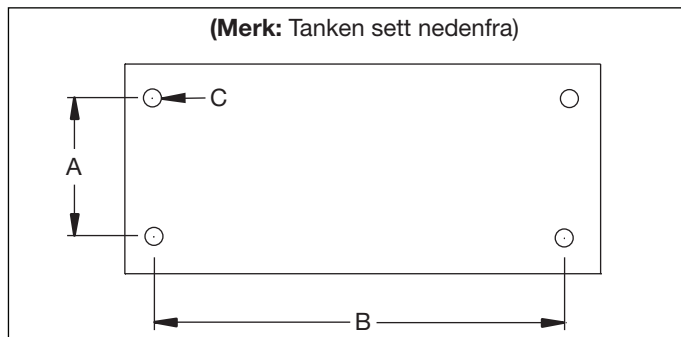

Figur 2, ZU4 - installasjon av luftelukk
4.1 Tankens luftelukk (se Figur 2).
13. Det er installert en transportplugg i luftåpningen på toppen av tanken. Før du bruker pumpen må du skifte ut transportpluggen (C) med luftelokket (A) og adapterkoplingen (B).